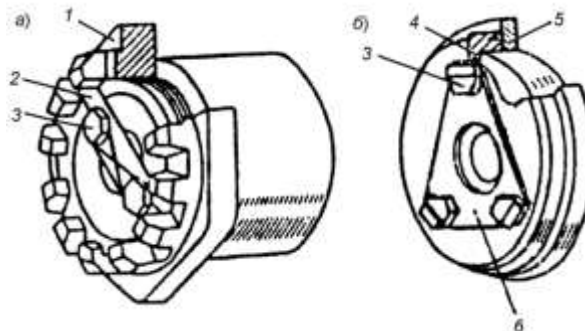

Рисунок 2. Варианты торцевого крепления подшипников на шейке оси:
3) По внешним признакам дайте различие торцевого крепления подшипников на шейке оси (рисунок 2)?